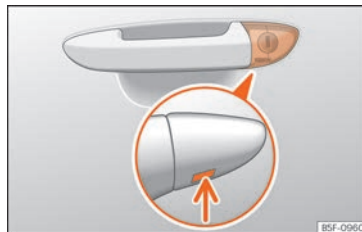

Fig. 5 Manecilla de la puerta del conductor: Bombín de cierre oculto.
- Introduzca el espadín en la abertura inferior de la tapa de la manecilla de la puerta del conductor »» » **fig. 5** (flecha) y retire la tapa de abajo hacia arriba.